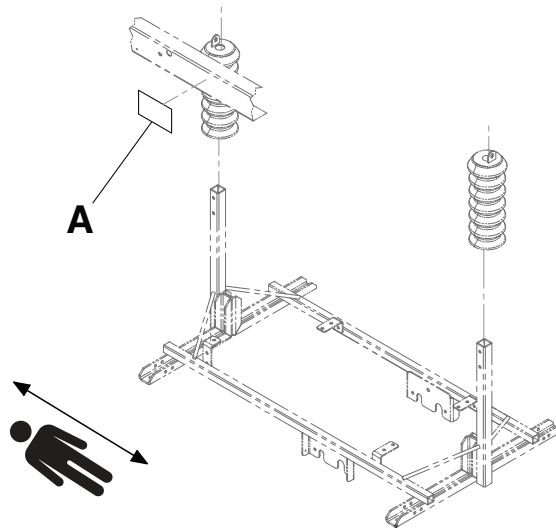

Figura 2 – Ubicación del número de serie
El número de serie (A) se encuentra en el extremo de los pies derecho del bastidor de la mesa (Figura 2).